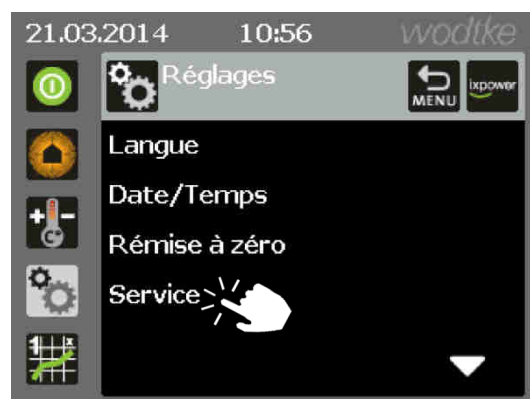

Fig. 45 : menu réglages
2. Sélectionner l'option de menu **Service** (Fig. 45).